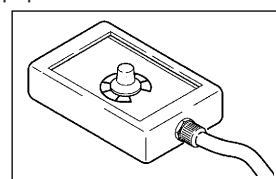

Fig. 6
2.2.2 Control remoto de potenciómetro RC16 para soldadura MMA y TIG (Fig. 6)